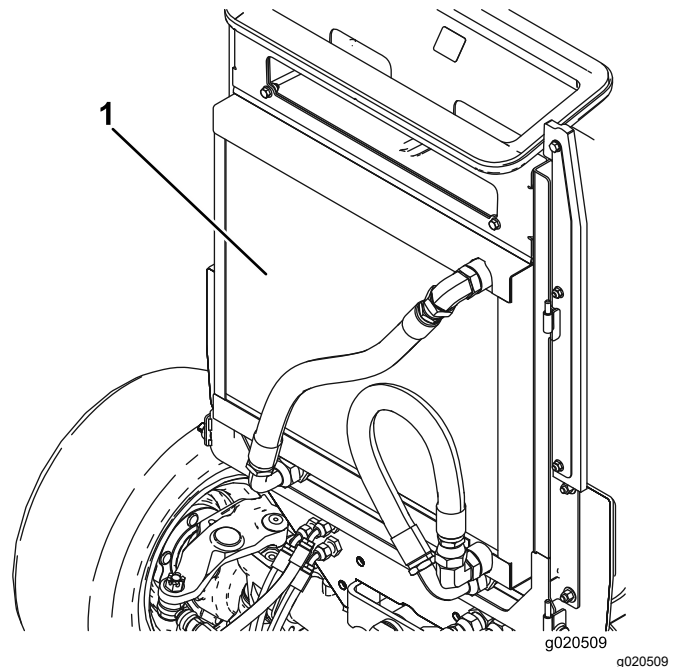

**Bild 145**
2. Entriegeln und öffnen Sie das hintere Gitter (Bild 145).